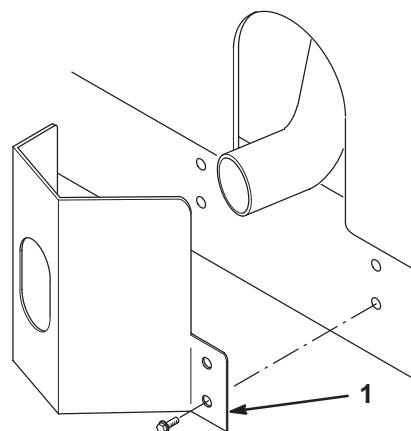

Bild 9
- Positionieren Sie das Auspuffschutzblech um den Schalldämpfer, während Sie gleichzeitig die Befestigungslöcher auf die im Chassis abstimmen (Bild 9).
- Befestigen Sie das Auspuffschutzblech mit vier Blechschrauben am Chassis (Bild 9).